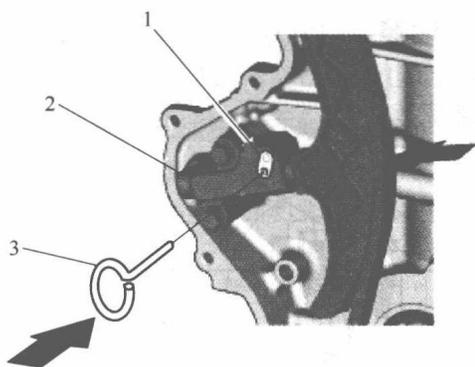
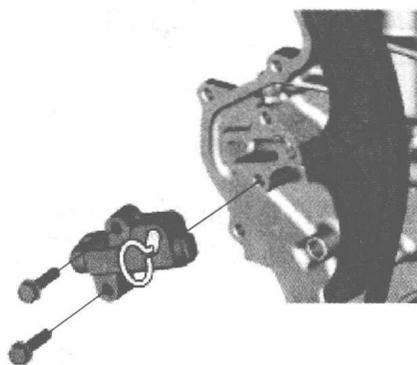
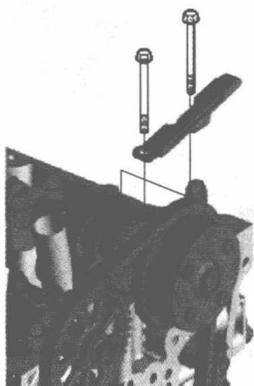

图 1-1-22
图 1-1-23
图 1-1-24
(11) 按如下方法拆卸凸轮轴链条自动张紧器。
- ① 松松地安装曲轴带轮。
- ② 逆时针旋转曲轴，以压缩凸轮轴链条自动张紧器。
- ③ 逆时针旋转曲轴以便对齐锁片 1 和凸轮轴链条自动张紧器 2 上的孔，如图 1-1-22 所示。
- ④ 将直径 1.2mm 的销 3 插入孔中。
- ⑤ 顺时针转动曲轴以固定销。
- ⑥ 拆下凸轮轴链条自动张紧器，如图 1-1-23 所示。
- ⑦ 拆下曲轴带轮。
(12) 拆卸凸轮轴链条上导轨，如图 1-1-24 所示。